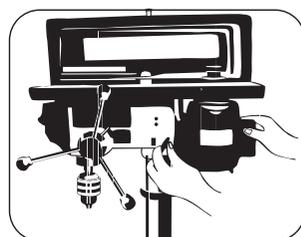

FIGURA 8.14
- Quando a tensão desejada for atingida, fixe a trava de tensão da correia. (Figura 8.14)